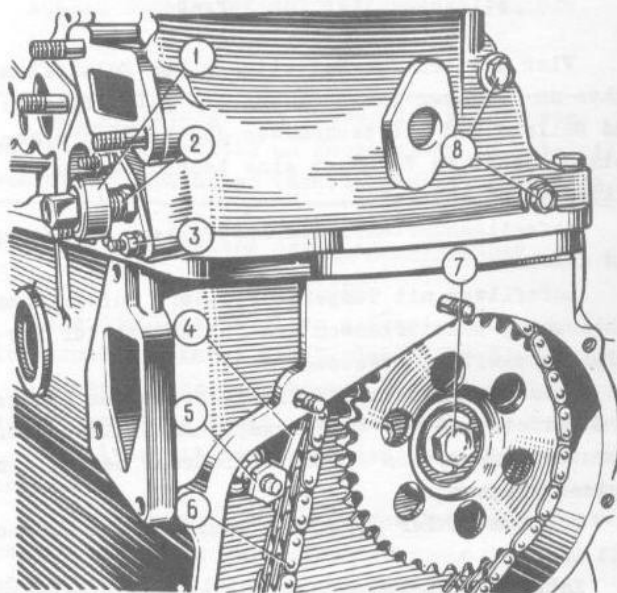

Bild 2-14. Ausbau des Spanners und Dämpfers der Kette von Motor VAZ-2106-70:
- Hutmutter 1 (Bild 2-14) des Kettenspanners und zwei Muttern 3 zu dessen Befestigung am Zylinderkopf losschrauben, Spanner absetzen, Schraube 5 losdrehen und Kettenspannerschuh 4 entfernen;